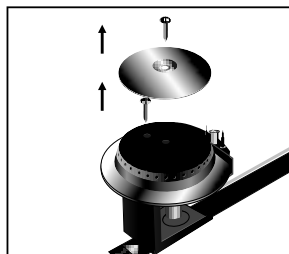

Figura 17
- Retire el protector, y la tapa de la fuente de calor de la base de apoyo (Ver figura 17).